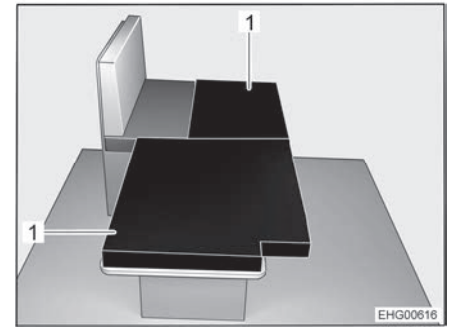

Fig. 82 Después de la transformación
- Colocar los dos cojines adicionales (Fig. 82,1) en la mesa bajada del modo mostrado en la imagen.